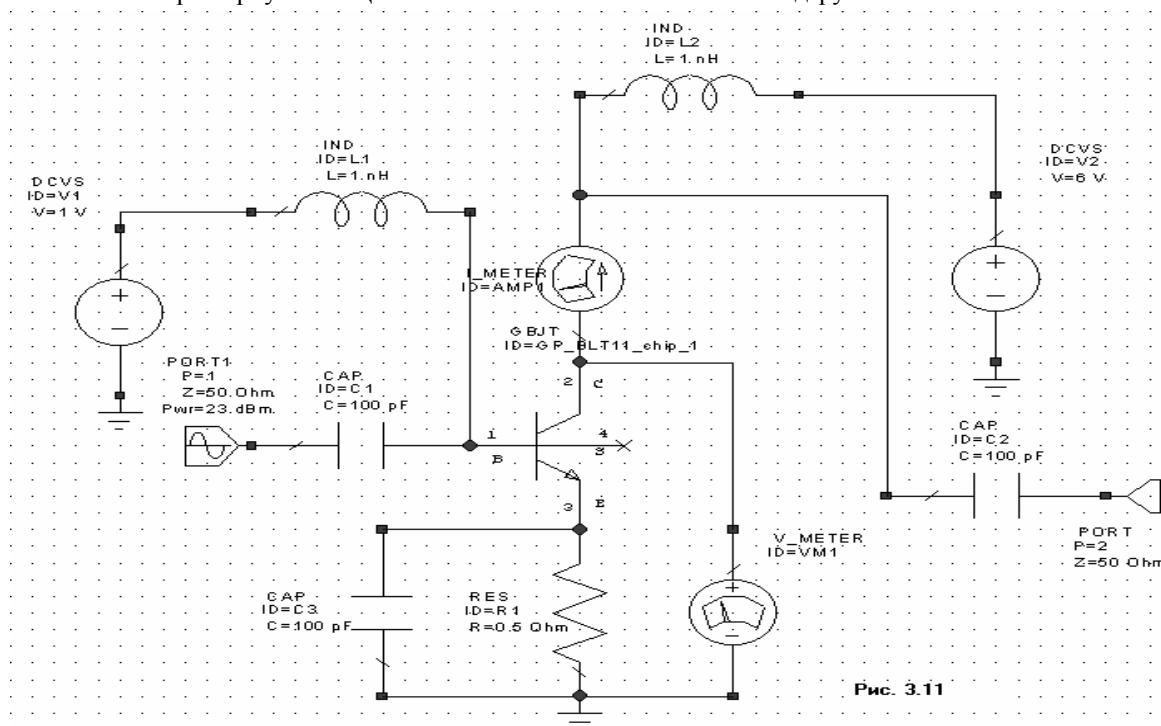

Рис. 3.11
группе **Ports**. Доступные модели портов отображаются в нижней части левого окна. Нажмите левой кнопкой мышки на модель **PORT 1** и, не отпуская кнопки мышки, перетащите её в окно схемы. Отпустите кнопку мышки, позиционируйте элемент на левой клемме элемента **CAP C1**, как показано на рис. 3.11, и щёлкните левой кнопкой мышки, чтобы зафиксировать элемент.
3. Щёлкните левой кнопкой мышки по значку **PORT** на панели инструментов. Двигайте курсор в окно схемы, щёлкните правой кнопкой мышки два раза, чтобы повернуть порт, позиционируйте его на правой клемме конденсатора **CAP C2**, как показано на рис. 3.11, и щёлкните левой кнопкой мышки, чтобы зафиксировать порт. Этот порт является выходным.